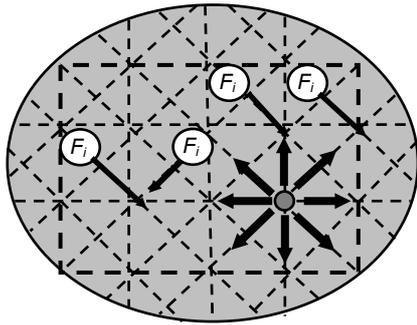

Abbildung 3: Gitter-Boltzmann Betrachtung; Das Fluid ist definiert durch die diskreten lokalen Geschwindigkeitsverteilungen.
- Betrachtung von Molekülpaketen in einem diskreten Raumgitter (*Abbildung 3*).